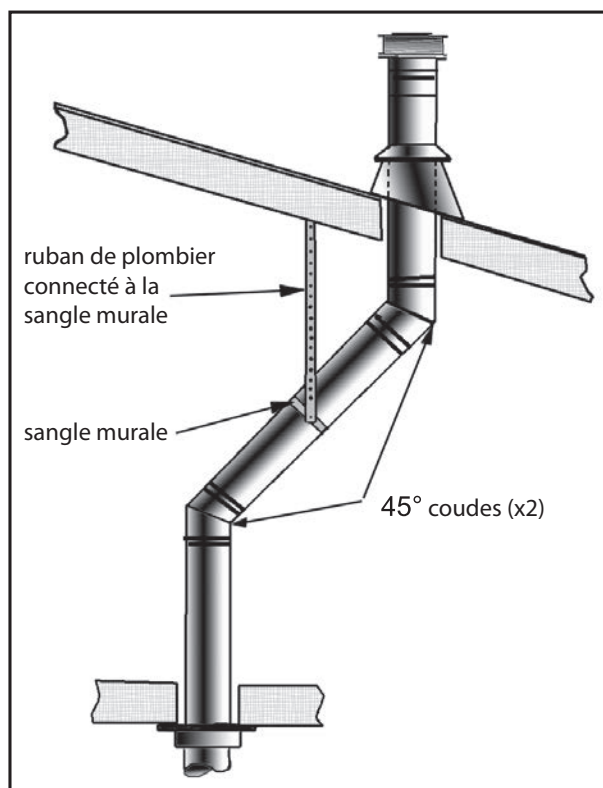
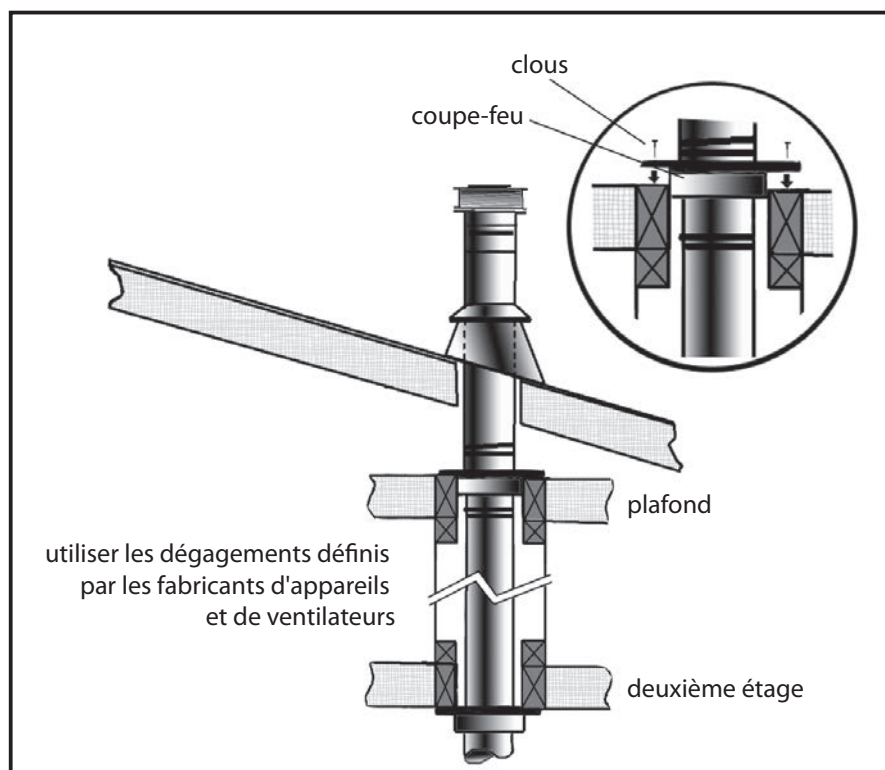

Figure 34: utilisation de sangles murales
Figure 35: installation de tuyaux de ventilation sur plusieurs étages
- (1) Si un décalage dans le grenier est nécessaire pour éviter les obstructions, il est important de soutenir le tuyau d'évent tous les 914 mm (3 pi) afin d'éviter toute contrainte excessive sur les coudes et une séparation éventuelle. Des sangles murales sont disponibles à cet effet (voir Figure 34).
- (2) Lorsque cela est possible, utilisez des coudes à 45 ° au lieu de 90 °. Le coude à 45 ° offre moins de restriction au flux de gaz de combustion et d'air d'admission.
- (3) Pour les installations à plusieurs étages; un coupe-feu de plafond est requis au deuxième étage et à tous les étages suivants (voir la Figure 35). L'ouverture doit être encadrée aux dimensions intérieures de 10 "(254 mm) x 10" (254 mm), de la même manière que celle illustrée à la Figure 23.
- (4) Toute zone occupée au-dessus du premier étage, y compris